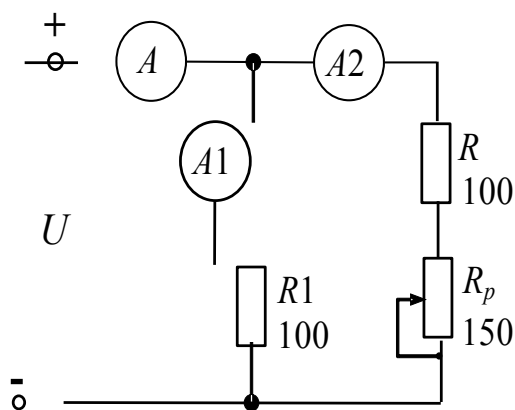

Рис. 6
7. Изобразить схему замещения цепи (рис. 6) и рассчитать токи в ней при заданных значениях ЭДС и сопротивления $R + R_p$, считая приборы идеальными.
8. Собрать схему (рис. 6), выбрав амперметры с соответствующими пределами измерений. Расчетные и измеренные значения токов занести в табл. 3. Проверить правильность выполнения первого закона Кирхгофа.